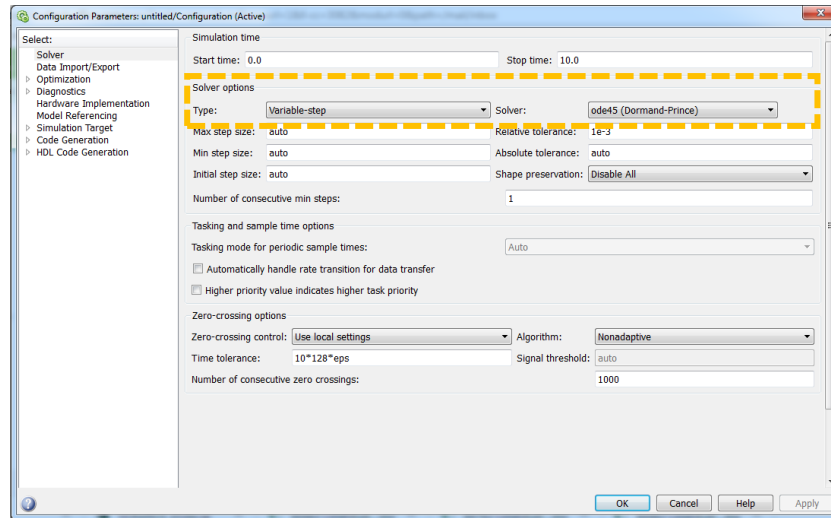

Figura 1. Ventana de Configuración de Simulink
- 4.4. Consultar los tipos de Solver (Ver Figura 1) que posee Simulink y completar la siguiente tabla: